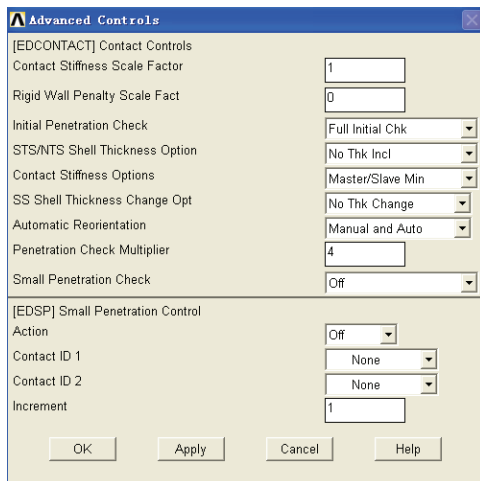

图 5-265 接触分析高级选项设置对话框
23) 选择 Main Menu | Preprocessor | LS-DYNA Options | Contact | Advanced Controls 命令, 出 Advanced Controls 对话框, 参照图 5-265 对其进行设置, 单击 OK 按钮关闭该对话框。